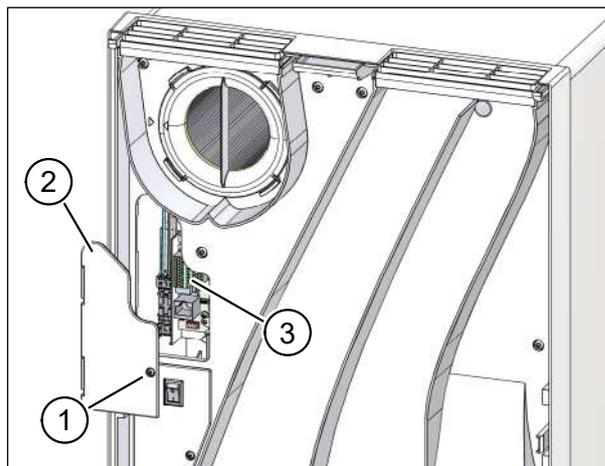

Fig. 26: Rimozione della copertura dell'elettronica
- ▶ Con il cacciavite allentare la vite Torx (pos. 1 nella Fig. 26) sulla copertura dell'elettronica (pos. 2 nella Fig. 26).
- ▶ Togliere la copertura dell'elettronica per accedere alla scheda di collegamento (pos. 3 nella Fig. 26).